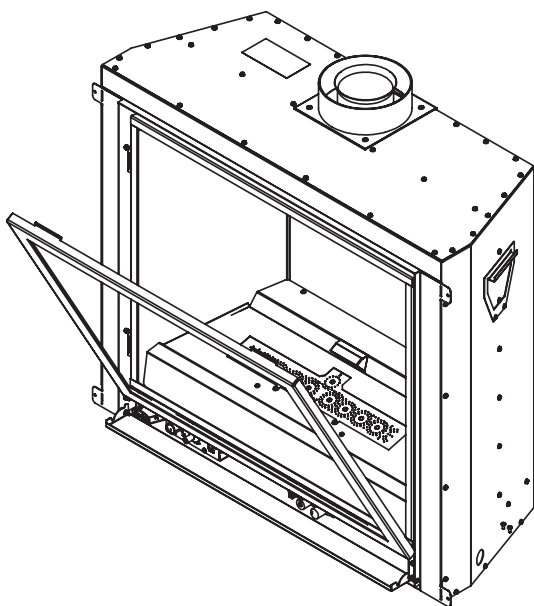

Figure 18. Retenue De Porte Inférieure
Étape 2: Retirez le support de verre et la plaque de verre émaillé comme le montre la Figure 18.